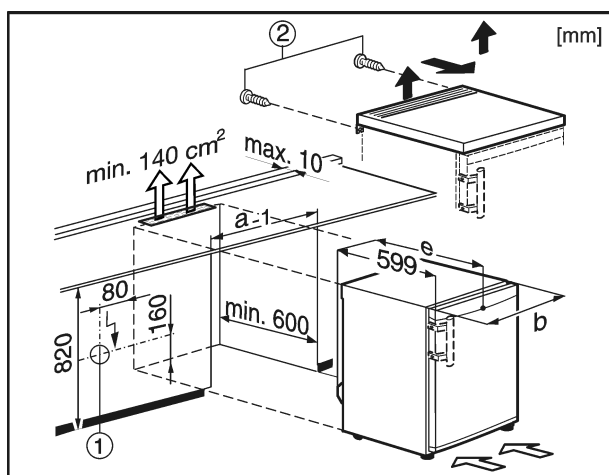

Fig. 7
Het stopcontact Fig. 7 (1) dient daarbij naast de achterkant van het apparaat te vallen en eenvoudig toegankelijk te zijn.
- ▶ Bouten *Fig. 7 (2)* aan de achterkant verwijderen.